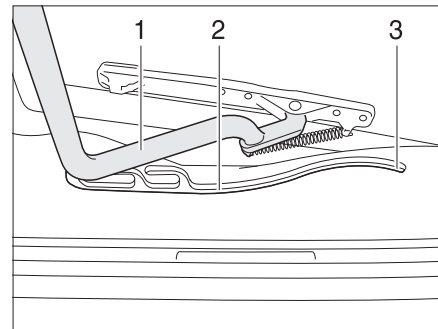

Fig. 86 Lanterneau Heki, glissière
- Tirer l'étrier (Fig. 86,1) dans les glissières (Fig. 86,2) jusque dans la position la plus reculée (Fig. 86,3).
- Pousser l'étrier (Fig. 86,1) légèrement vers le haut avec les deux mains.
- Tirer l'étrier dans les glissières (Fig. 86,2) jusqu'à la position souhaitée.